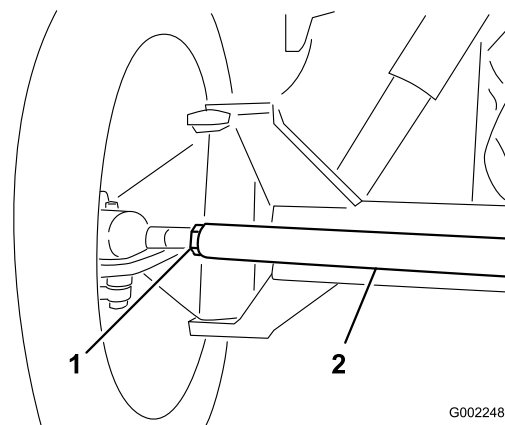

Figure 135
3. Si les mesures sont hors spécifications, desserrez les écrous de blocage aux deux extrémités de la biellette (**Figure 135**).